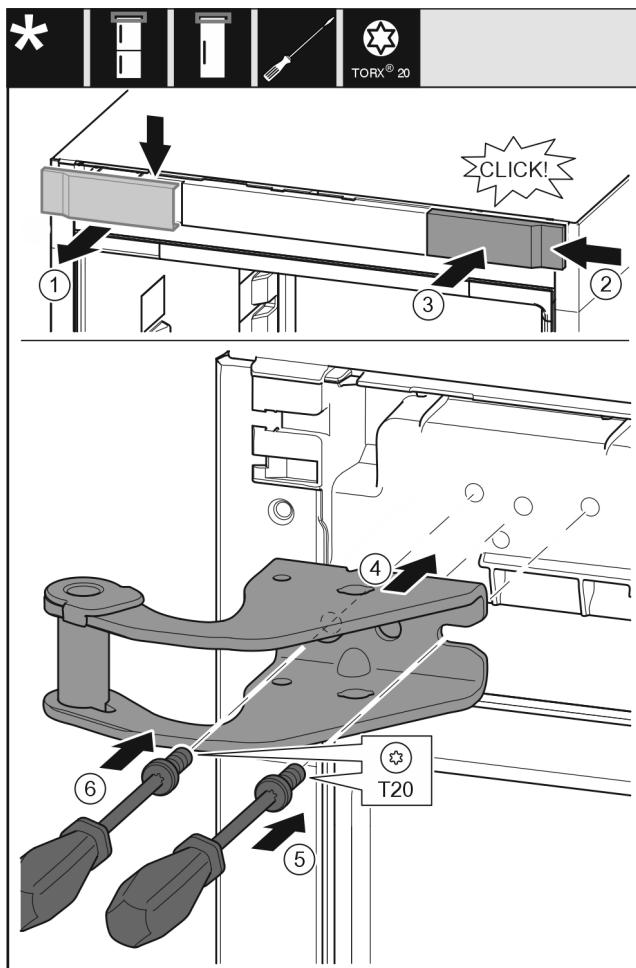

Fig. 14
- ▶ Свалете капака Fig. 14 (1) от горе напред.
- ▶ Закачете капака Fig. 14 (2), завъртън на 180°, от другата страна отляво.
- ▶ Фиксирайте капака Fig. 14 (3).
- ▶ Поставете горната лагерна стойка Fig. 14 (4).
- ▶ С отвертка поставете винта Fig. 14 (5) и го затегнете.
- ▶ С отвертка поставете винта Fig. 14 (6) и го затегнете.